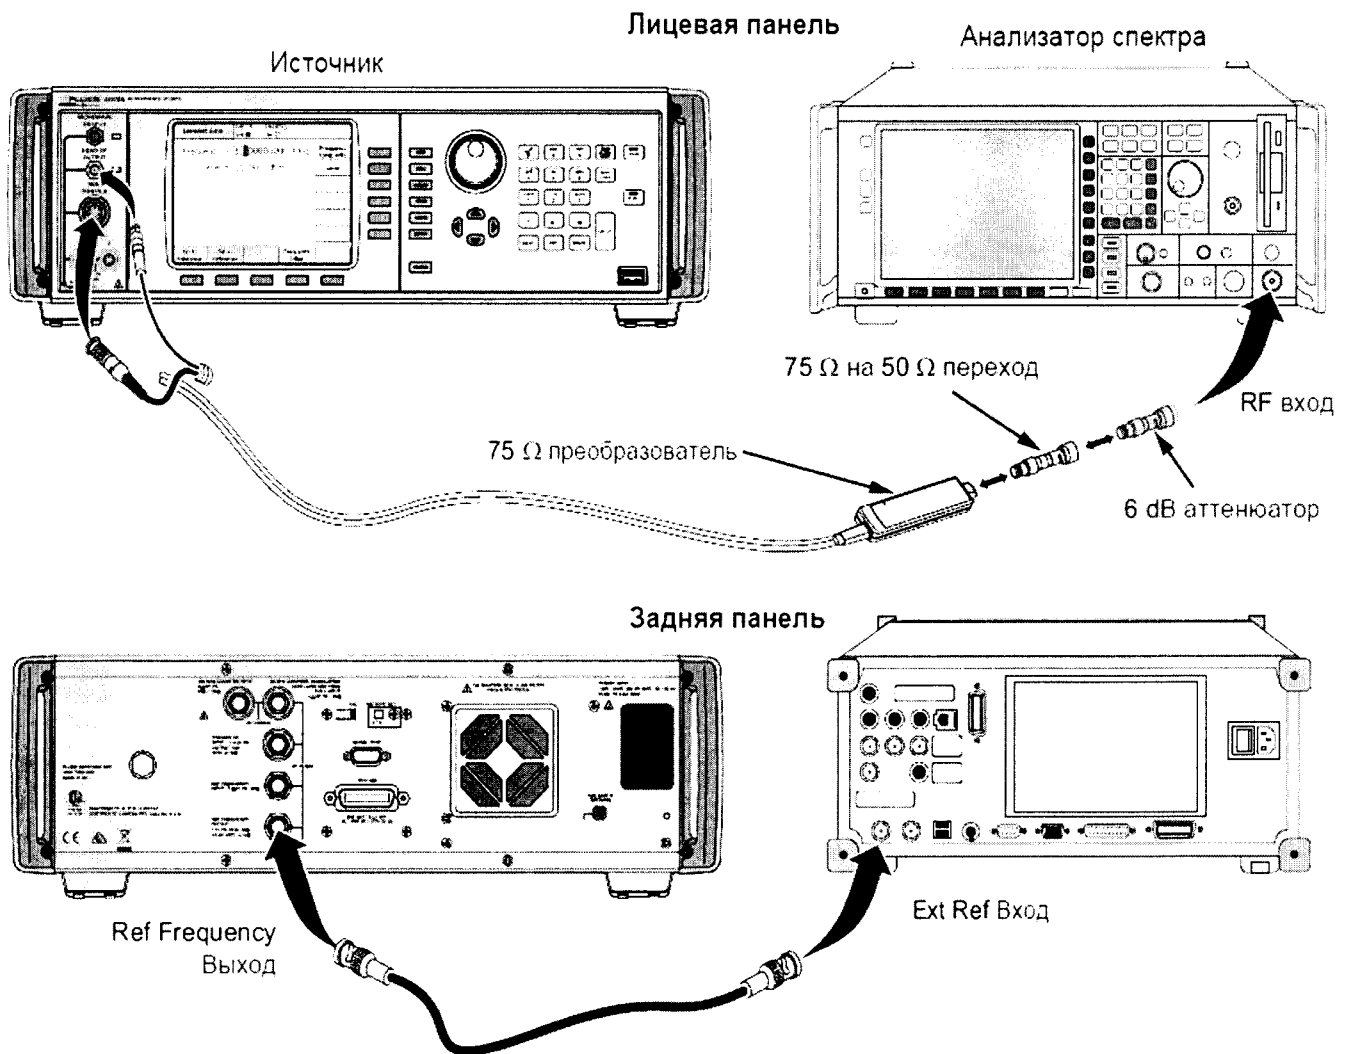

Рисунок 12
8.15.1 Соединить выход 75 Ом измерительного преобразователя со входом RF INPUT анализатора спектра через аттенюатор 6 дБ (рисунок 12). Аттенюатор минимизирует ошибки рассогласования.